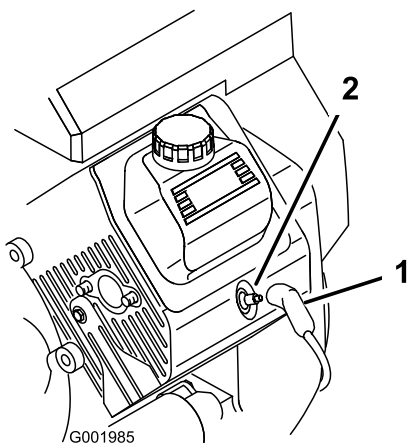

Figura 49
3. Staccate il cappellino dalle candele (Figura 49).
3. Collegate i cappellini alle candele (Figura 49).